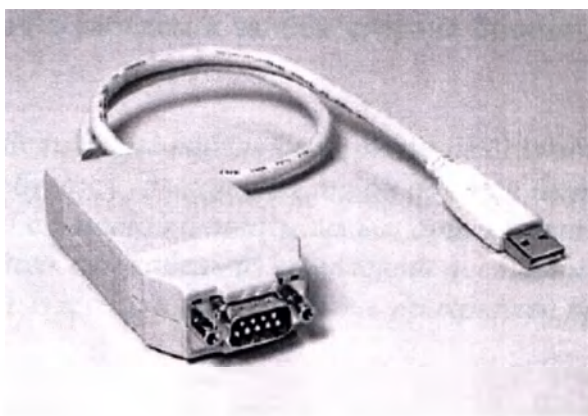

Рисунок 14
6.4.2 Установите PCAN USB ключ (см. рисунок 14).